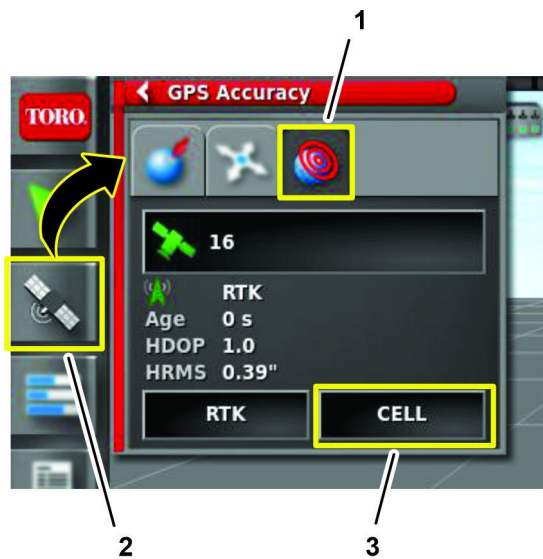

Figura 167
3. En la consola de control GeoLink, pulse el icono INFORMACIÓN GPS (Figura 167).